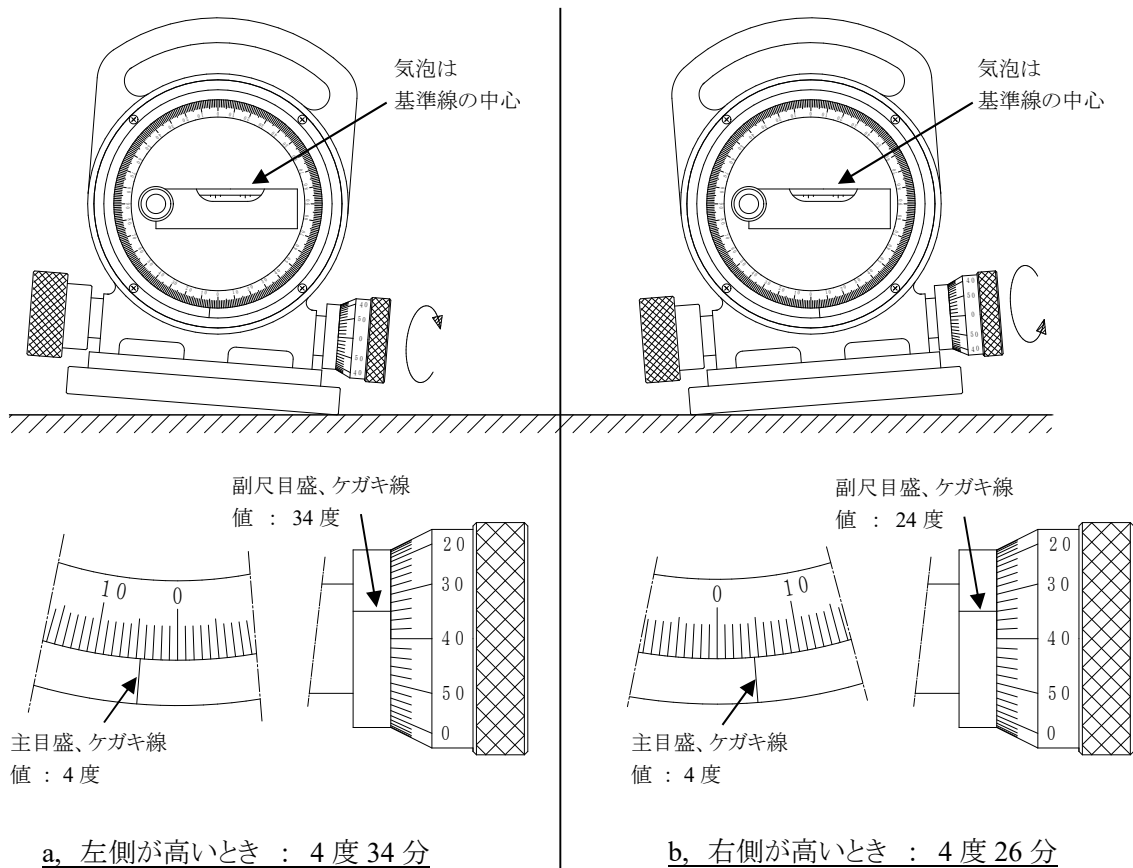

図 2. 傾斜測定水準器目盛りの読み方同じ目盛りでも読み値が変わる
- ①傾斜面に本器をセットし、主気泡管の気泡が中心になる位置までハンドルを回してください。
- ②主気泡管の気泡が中心にきた時の目盛りの読み方は図2の通りです。
- ③副尺目盛は、1目盛＝2分です。1回転で主目盛は2度移動します。
- ④副尺目盛の読み方は図2のように、左側が高いときと、右側が高いときとは同じ目盛でも読み値が変わるため注意が必要です。これは、副尺目盛の回転方向が逆になるためです。